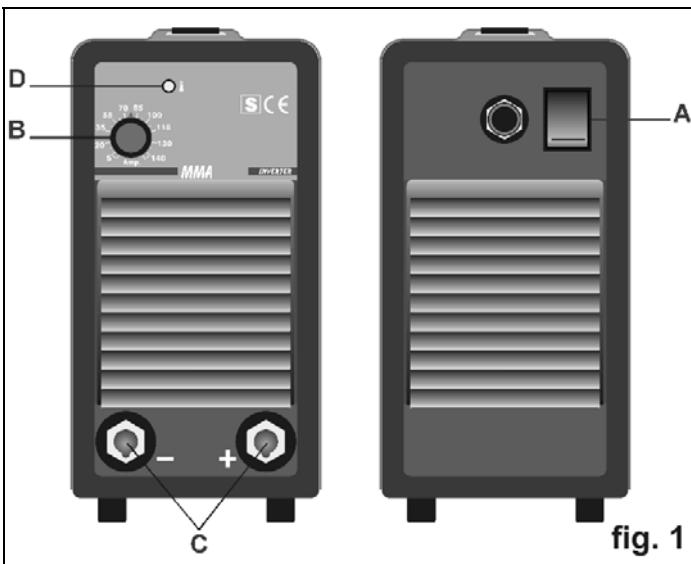

fig. 1
Bei Festkleben der Elektrode am Werkstück regelt das Gerät den Strom I₂ auf Werte, durch die Elektrode nicht gefährdet wird. Signallampe D (Abb. 1) weist diese Handlung.
Die Signallampe D (Abb. 1) weist die Anwesenheit dieser Schutzvorrichtung. Bevor man das Gerät wieder betreiben kann, muß man einige Minuten verstreichen lassen.
Wenn beim Einschalten von Schalter A (Abb. 1) die Spannung über 270 V liegt, blinkt die gelbe led D (Abb. 1) (zweimal kurz Aufleuchten – Pause – usw.) und die Maschine gibt keinen Strom ab. In diesem Zustand sind die Stromkreise geschützt, doch der Ventilator kann innerhalb von einigen Minuten durchbrennen. Wenn die Spannung während des Schweißens gering sinkt, blinkt die gelbe led D (Abb. 1) mit einer Frequenz von 0,5 Sekunden und die Maschine gibt keinen Strom ab.
- Prüfen, ob der Schalter A Abb. 1 auf O bzw. der Netzstecker gezogen ist, dann die Schweißkabel anschließen. Für die Polung die Angaben des Elektrodenherstellers beachten.
- Die Maschine mit dem Schalter A Abb. 1 einschalten.